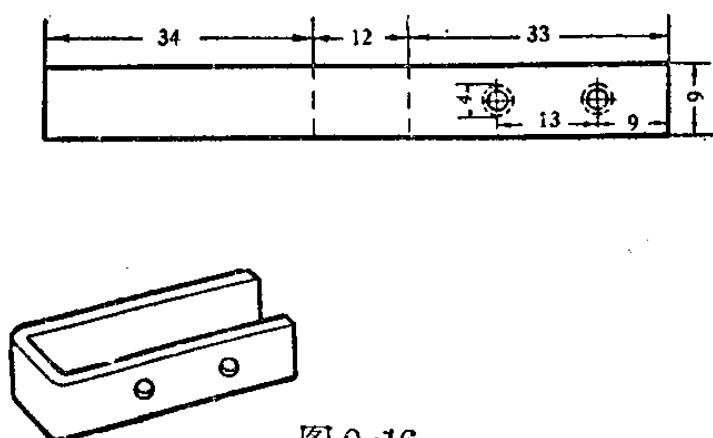

图 9-16
1. 鐵心：用2毫米厚的鐵片，最好先放在炉火中烧紅，再埋在炉灰里慢慢冷却，使它剩磁少些，效果可以更好。处理好以后，按照图9-16鋸一条，銼平。为了装置便利，两个孔先用直径3.2毫米钻头钻好，再用4毫米螺絲攻攻成螺紋，然后用台鉗把它弯成图9-16下面的样子。